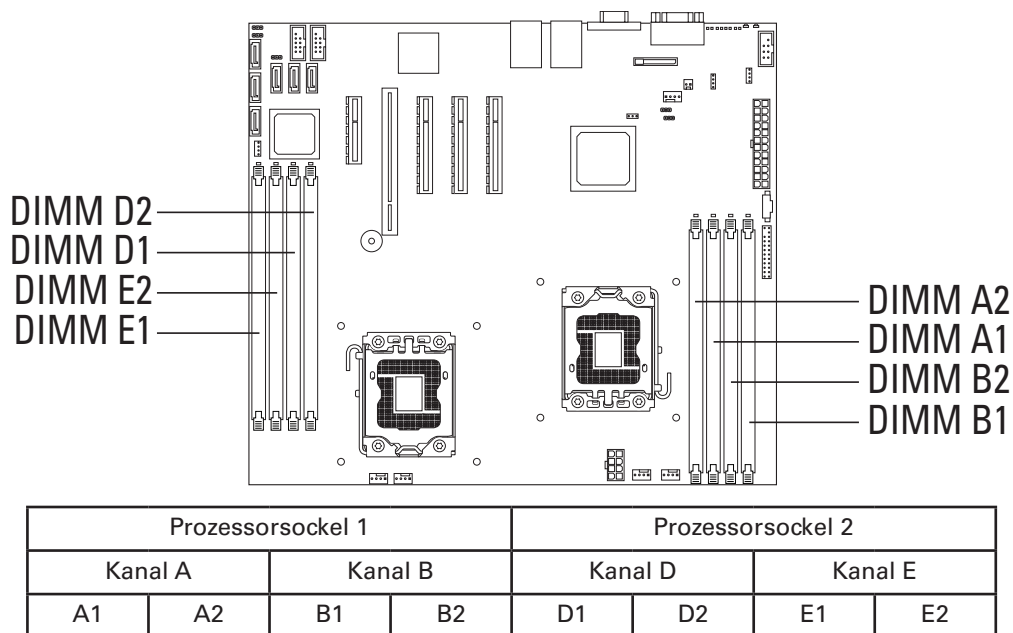

Abbildung 7. DIMM-Konfiguration
5. Suchen Sie die DIMM-Sockel. Siehe Abbildung 7.